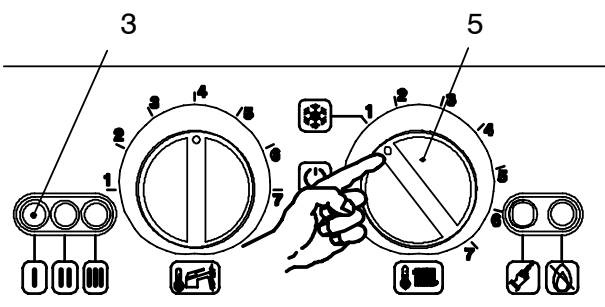

fig. 6.4
- 15 Dare alimentazione elettrica alla caldaia (interruttore bipolare); la lampada di segnalazione 3 in fig. 6.4 si accende circa ogni quattro secondi.
- 16 Ruotare il selettore di funzione 5 come in fig. 6.4. La lampada di segnalazione 3 lampeggia ad intermittenza circa ogni due secondi.